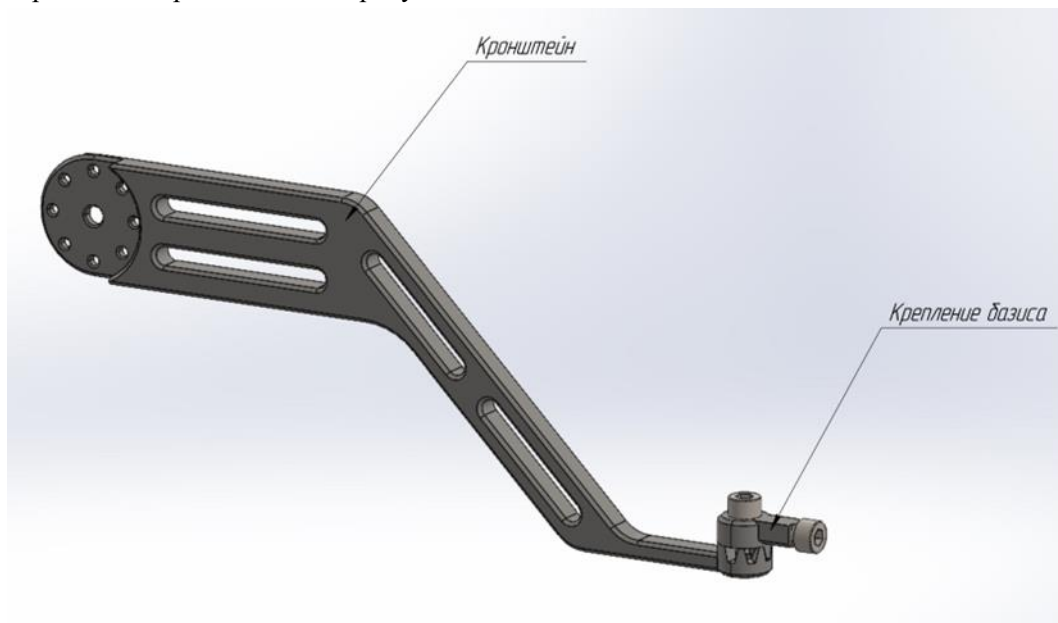

Рисунок 57 – Кронштейн с креплением базиса для микроскопа Leica
4. Кронштейн с креплением базиса (рисунок 57) - изделие, которое предназначено для установки на головку операционного микроскопа с использованием инструментальной системы сфер для микроскопа (п. 1.8.15), детектируемой Системой «Автоплан». Конструкция является уникальной и учитывает особенности крепления только к операционному микроскопу Leica «M530 OHX». Схема установки инструментальной системы сфер на кронштейн представлена на рисунке 58.